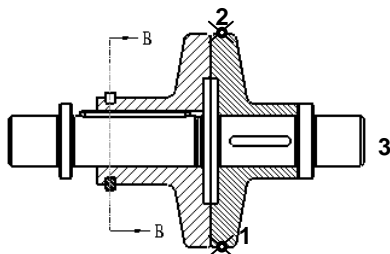

图 11.3.15 尺寸标注
(1) 在“选择参考”对话框中单击  按钮，按住 **Ctrl** 键，在图 11.3.15 所示的 1 点处单击（1 点在模型的边线上），以选取该边线，然后在图 11.3.15 所示的 2 点处单击。
(2) 在图 11.3.15 所示的 3 点处单击鼠标中键，确定尺寸文本的位置，再次单击中键完成尺寸的标注。